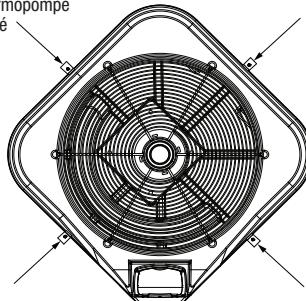

Figure 2. Positions de la bride d'ancrage
2. Placer les brides à la base de la thermopompe aux emplacements indiqués à la Figure 2.